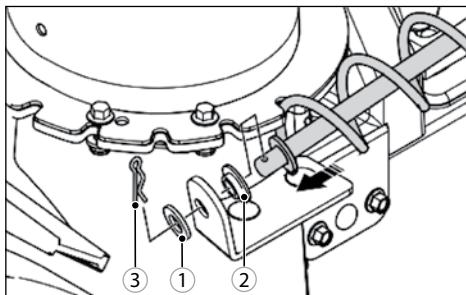

Рис. 16
3. Установите ручку поворота желоба с помощью стопорного кольца 1, посадочной втулки 2 и шплинта 3 (рис. 16).